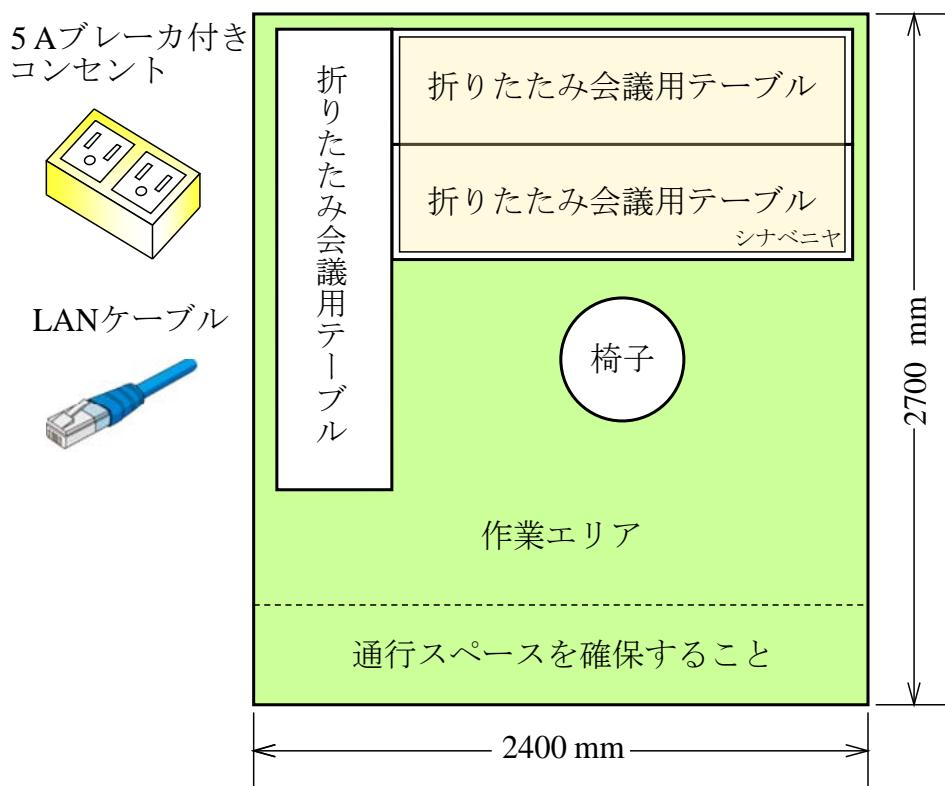

図 10.1 標準的な作業エリア
図 10.1 に示すように選手一人当たりの作業エリアの標準的な広さは、 $2,400\text{ mm} \times 2,700\text{ mm}$ とする。ただし、各大会における競技会場の広さや参加選手数により、これより狭くなることがある。なお、図 10.1 に示すように作業エリアの後方は、人が通行できるスペース（おおむね $40\text{ cm} \sim 50\text{ cm}$ ）を確保すること。
- 作業台は、図 10.1 に示す配置を標準とする. 袖机の位置は変更してよい. ただし、作業エリア内に限る. また、袖机は使用しなくてもよい.
(2) 椅子
(3) 電源
- 各作業エリアには、AC100 V (アース付き) のコンセントソケット 2 口以上を主催者側で用意する. コンセントの位置は、図 10.1 に示す作業エリアの左上の床置きを標準とする. ただし、コンセント位置を 1 m 程度移動が可能なケーブル長を確保する.
(4) ネットワーク
(5) その他